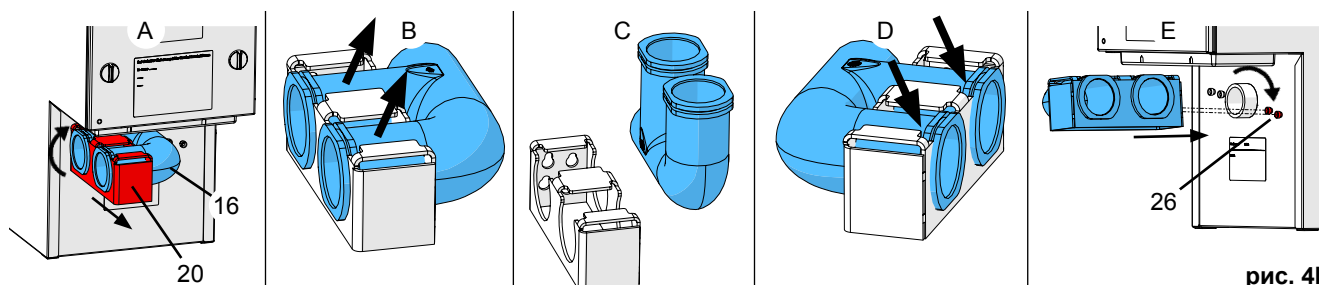

рис. 4b
- ⇒ Установите всасывающее колено (16) на отсосной патрубок вытяжки и навесьте крепление (20) на фиксирующие болты (26, рис. 4b).